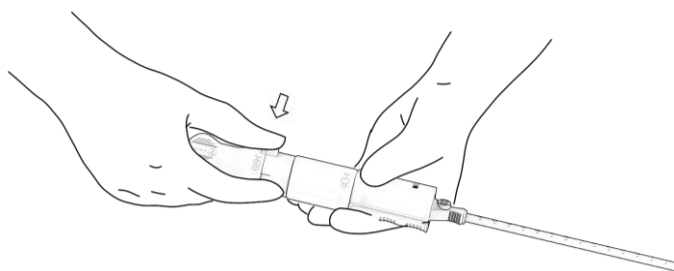

Figura 15. Liberação do bloqueio do came.
- Localize o bloqueio do came (marcado com "4") e prima totalmente este botão verde. Figura 15. Certifique-se de que está totalmente premido antes de avançar para o passo 5.